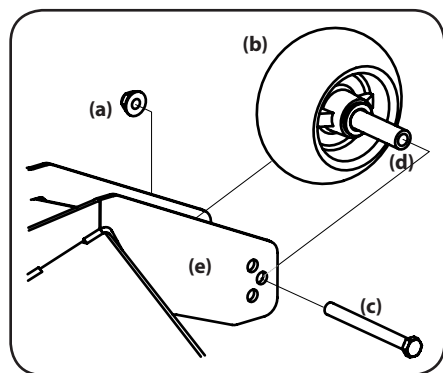

Figure 4-12
2. Retirez l'écrou autobloquant (a) qui sert à retenir la roue de jauge avant (b) au plateau de coupe. Enlevez la roue de jauge avant (b), le boulon (c) et l'entretoise (d). Voir Figure 4-12.